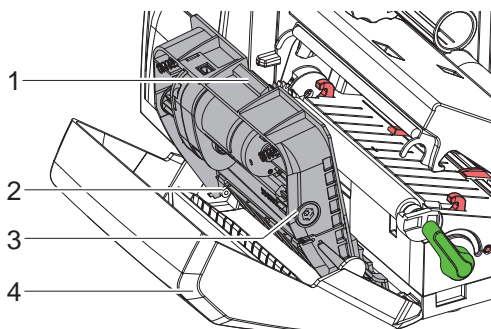

Figure 19 Démontage du massicot
- ▶ Tourner l'axe (6) avec un tournevis Torx TX10 dans le sens des aiguilles d'une montre jusqu'à ce que les crémaillères (7) soient dégagées.
- ▶ Retirer la lame supérieure (9) des guides (8).
- ▶ Retirer la lame inférieure (10).
- ▶ Engager la lame inférieure par le dessus dans les arrêts (11).
- ▶ Si nécessaire, remettre les ressorts (12) dans leurs logements (13).
- ▶ Pour remonter la lame supérieure appuyer la lame inférieure sur la face avant, engager la lame supérieure dans le guide et la déplacer vers le haut jusqu'à ce que les crémaillères (7) soient en contact avec les roues dentées (5).
- ▶ Tourner l'axe (6) avec un tournevis Torx TX10 dans le sens inverse des aiguilles d'une montre jusqu'à ce que la lame atteigne la position d'arrêt supérieure.
5. Accrocher le bloc-massicot (3) dans les axes (2) d'après la figure 19 et pivoter jusqu'à l'enclenchement dans la face avant (4).